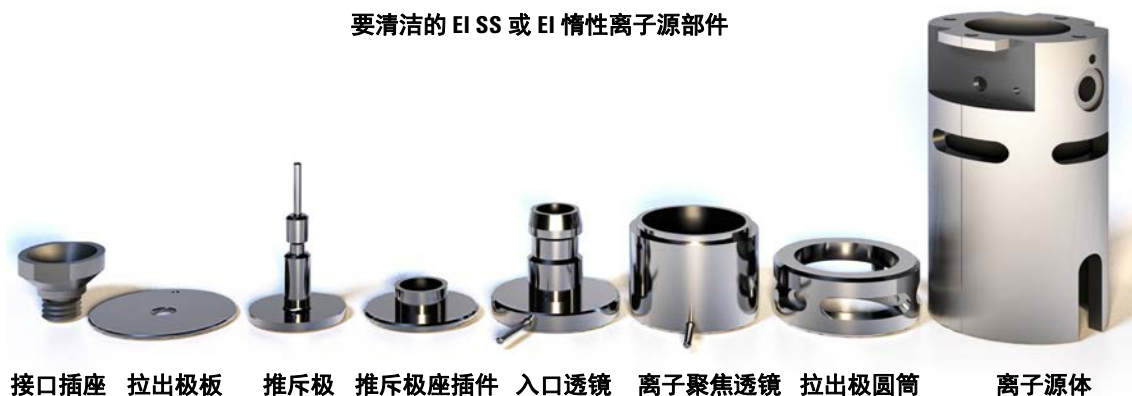

图 46 要清洁的离子源部件
- 2 收集以下要清洁的 EI SS 或惰性离子源的部件:(请参阅图 46 (第 148 页)。)
3 收集以下要清洁的 EI XTR 离子源的部件：（请参阅图 46（第 148 页）。）